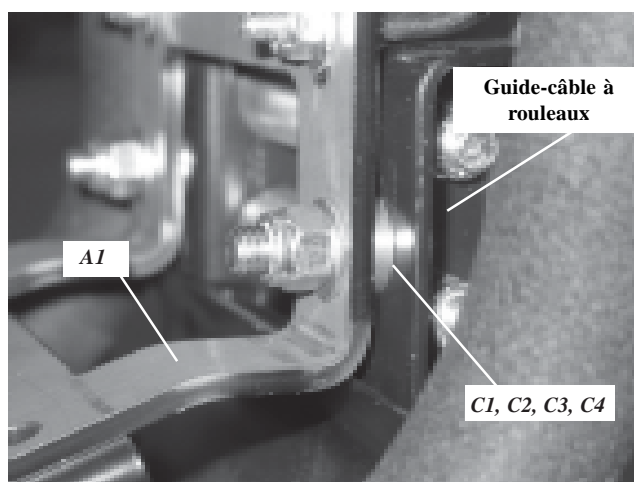

Figure 5: Fixez le guide-câble à rouleaux à la plaque de montage du treuil
- Fixez le guide-câble à rouleaux à la plaque de montage du treuil (A1) à l'aide de deux boulons à tête hexagonale 3/8-16 x 1,50 (C1), de deux espaceurs (C2), de deux rondelles plates 3/8 po (C3) et de deux écrous de blocage 3/8-16 (C4). Serrez les boulons 3/8-16 à un couple de 40,7 N-m (30 pi-lb). Serrez les boulons en U 1/4-20 à un couple de 10,8 N-m (8 pi-lb). Voir figure 5.